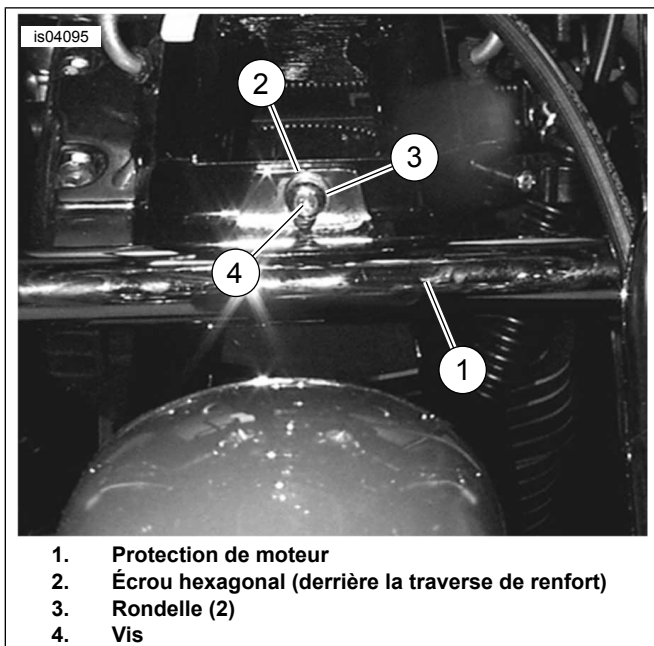

Figure 2. Bride de montage de protection de moteur (en haut au centre)
2. Voir Figure 2. Immobiliser la protection de moteur (1) en position en alignant le trou de la bride de montage centrale supérieure du garde-boue avec le trou de la traverse située entre les tubes descendants avant juste au-dessous de la colonne de direction.